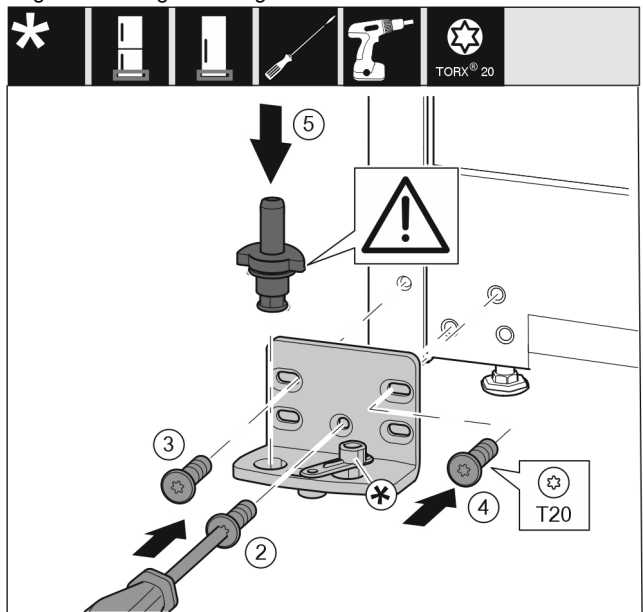

Fig. 36
- ▶ Sæt hængselkonsollen på i den anden side, og skru den fast med en skruetrækker T20. Begynd med skruen 2 forneden i midten. Fig. 36 (2)
- ▶ Stram skrueene 3 og 4. Fig. 36 (3,4)
- ▶ Sæt hængselbolten helt i. Sørg i den forbindelse for, at låsekammen vender bagud. Fig. 36 (5)
- ▶ Sæt hængselkonsollen på i den anden side, og skru den fast med en skruetrækker T20. Begynd med skruen 2 forneden i midten. (2)\*
- ▶ Drej lukkedæmperforbindelsen 180°. Skru den fast på lejekonsollens anden side med en skruetrækker T20. (5)\*
- ▶ Sæt hængselbolten helt i. Sørg i den forbindelse for, at låsekammen vender bagud. (6)\*